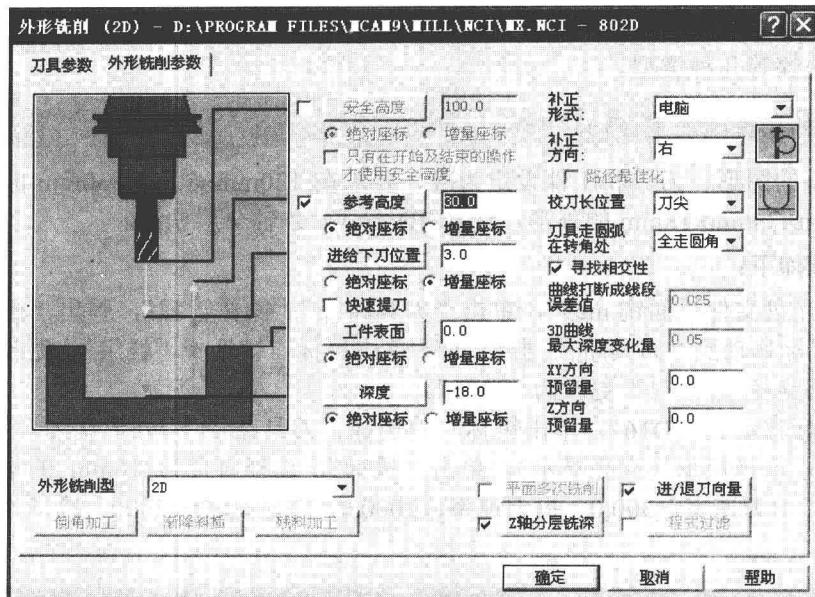
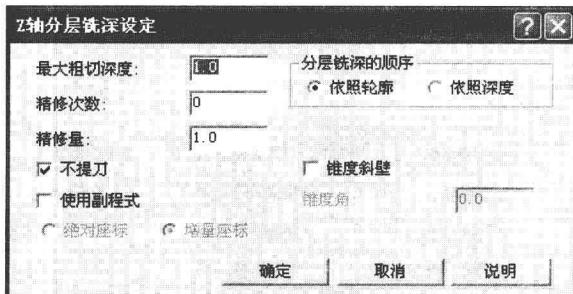

图 1-18 外形铣削 (1)
图 1-19 Z 轴分层铣深设定
3) 如图 1-18 所示，在“外形铣削参数”选项卡中输入参考高度：30.0，点选“绝对坐标”，进给下刀位置：3.0，点选“增量坐标”，工件表面：0.0，深度：-18.0，补正形式：电脑，补正方向：右，勾选“Z 轴分层铣深”，单击“Z 轴分层铣深”，进入“Z 轴分层铣深设定”对话框中输入最大粗切深度：1.0，勾选“不提刀”，其余默认，单击“确定”返回“外形铣削参数”选项卡，其余参数默认，单击“确定”退出，如图 1-19 所示。